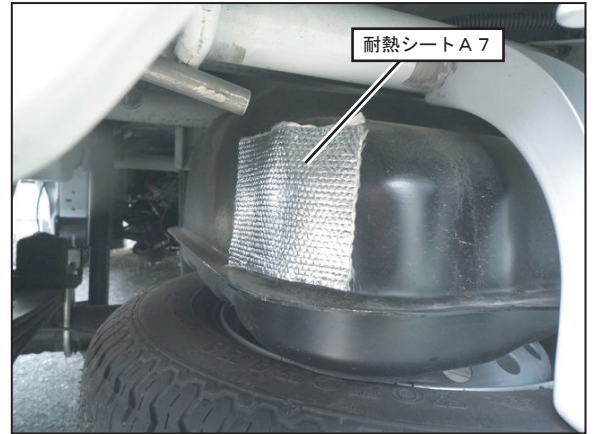

FIG. 8
12. FIG. 8の写真を参考に、③テールパイプRとガソリ
(FIG. 8参照)